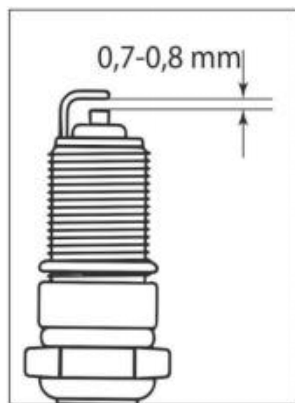

Fig. 27
7. Vérifiez l'écartement entre l'électrode de masse et l'électrode centrale à l'aide d'une sonde spéciale. Si nécessaire, réglez l'écartement à 0,7-0,8 mm (Fig. 27).